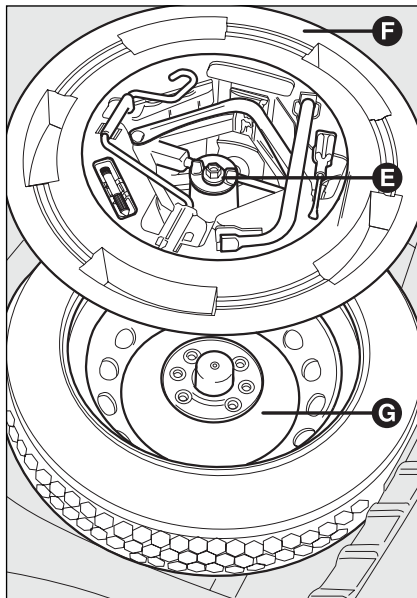

fig. 3
- draai de blokkeerschroef **E**-fig. 3 los;
- draai bij uitvoeringen met een noodreservewiel de blokkeerschroef **E**-fig. 3 los, neem de gereedschapshouder **F** uit en zet de houder dicht bij het te verwisselen wiel; verwijder daarna het noodreservewiel **G**;